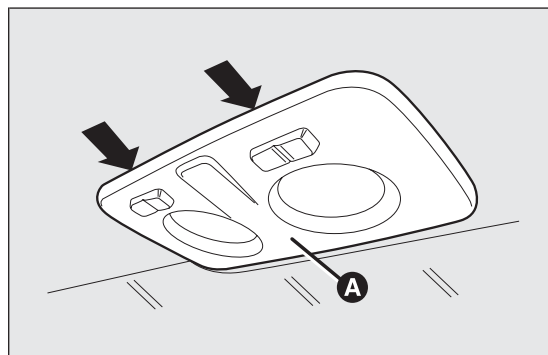
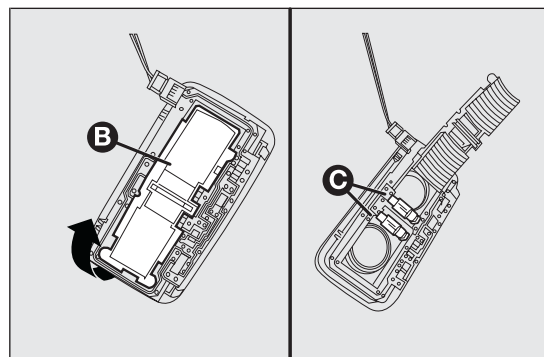

fig. 174
fig. 175
- ☐ agire nei punti indicati dalle frecce e rimuovere la plafoniera A fig. 174;
- ☐ aprire lo sportellino di protezione B fig. 175;
- ☐ richiudere lo sportellino B fig. 175 e fissare la plafoniera A fig. 174 nel proprio alloggiamento accertandosi dell'avvenuto bloccaggio.